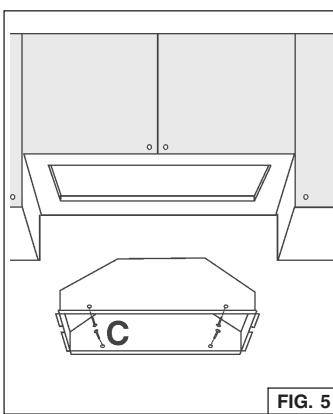
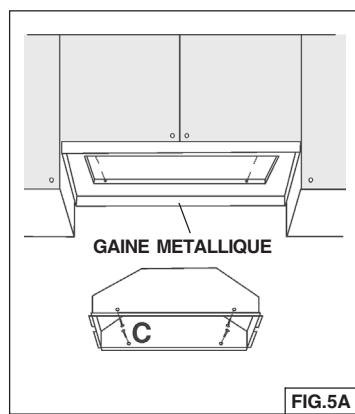

FIG. 5
FIG. 5A
4. REMARQUE : Pour les installations où le module de puissance se trouve à moins de 30" au-dessus du plan de cuisson, il est recommandé de glisser ce dernier dans une enveloppe métallique ou dans un corps incombustible. Cette précaution facilitera le nettoyage et fournira une protection au meuble (Fig.5A).
5. Placer la hotte dans le meuble (Fig. 5) ou dans la gaine en métal (Fig. 5A) et verrouillez à l'aide du ressort latéral.
6. Fixer la hotte à l'aide (4) des vis "C" de montage pour tôle. (Fig. 5 – installation arrière en bois – épaisseur recommandée 1/2"-3/4").